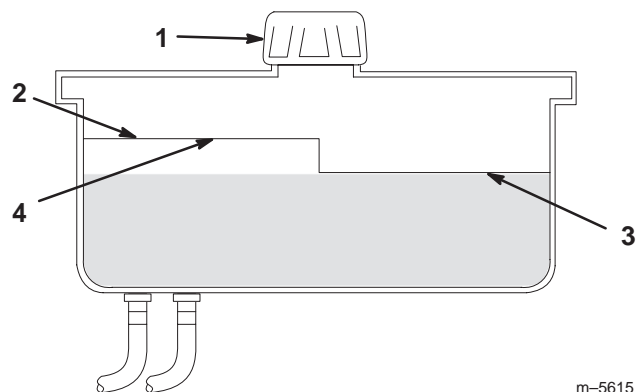

Figure 45
2. Nettoyez la surface autour du goulot de remplissage du réservoir hydraulique (Fig. 45).
3. Enlevez le bouchon du goulot de remplissage et vérifiez si le réservoir contient du liquide (Fig. 45).
Remarque : Lorsque l'huile est chaude, le niveau de liquide doit atteindre le haut du repère **à chaud** sur le déflecteur (Fig. 45).